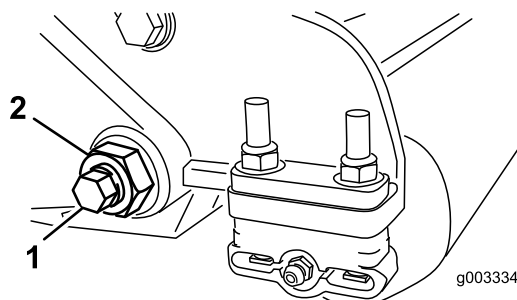

Figure 29
3. De chaque côté de la machine, desserrez le contre-écrou de fixation du boulon de la barre d'appui (Figure 29).
4. Retirez les boulons de la barre d'appui de façon à pouvoir abaisser la barre et la déposer de la machine (Figure 29). Mettez de côté les 2 rondelles en nylon et